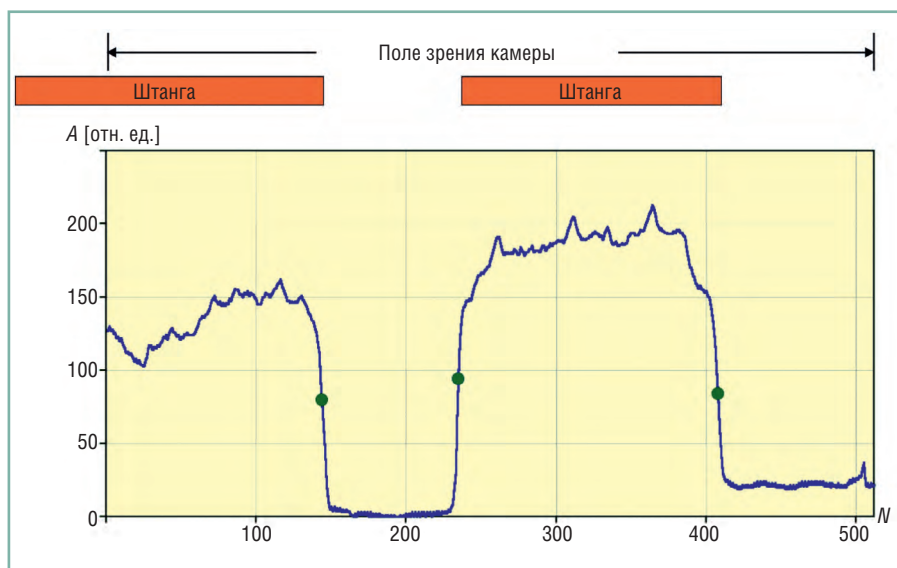

Рис. 5. Изображение объектов в поле зрения камеры в виде массива пиксельных амплитуд
Изображение объекта после оцифровки видеосигнала передаётся в ОЗУ встроенного компьютера в виде массива пиксельных амплитуд. Длина этого массива (N) соответствует количеству пикселей линейного фотоприёмника, а значение каждого элемента массива пропорционально освещённости соответствующего пикселя. На рис. 5 показан пример типичного массива пиксельных амплитуд (A). Краям изображений объектов, находящихся в поле зрения камеры, соответствуют резкие перегибы видеосигнала. В применённом алгоритме полагается, что пиксельная координата края соответствует положению точки на видеосигнале, в которой первая производная имеет локальный максимум, превышающий по абсолютной величине некоторое заданное пороговое значение. На диаграмме рис. 5 обозначены точки, соответствующие краям изображений объектов; в этих точках первая производная видеосигнала имеет локальные максимумы по абсолютной величине.